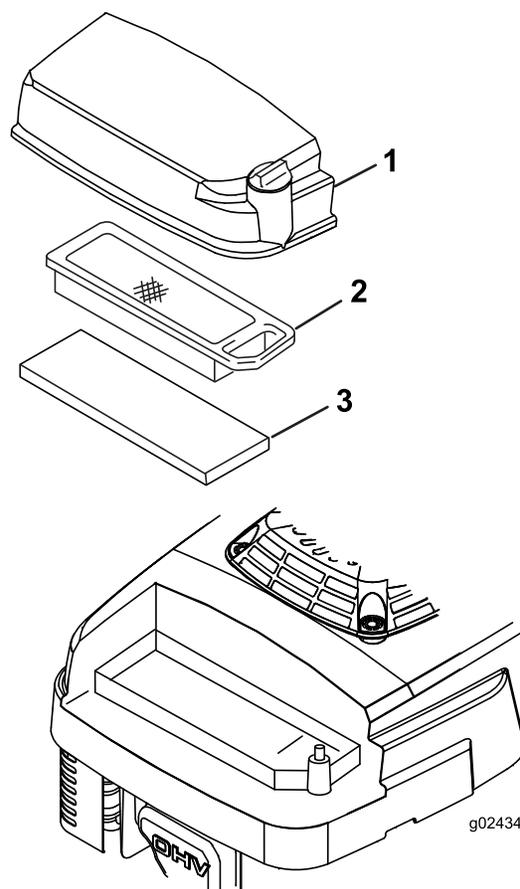

Рисунок 20
3. Ослабьте винт на крышке воздухоочистителя (Рисунок 20).
5. Снимите и осмотрите бумажный воздушный фильтр (Рисунок 20) и замените его, если он сильно загрязнен.
6. Снимите фильтр предварительной очистки из пеноматериала (Рисунок 20) и промойте его